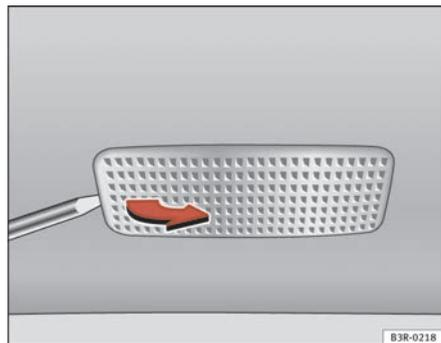

Fig. 235 Desmontaje luz del parasol
- Retire la luz con cuidado, utilizando el destornillador por su parte plana ⇒ fig. 235.